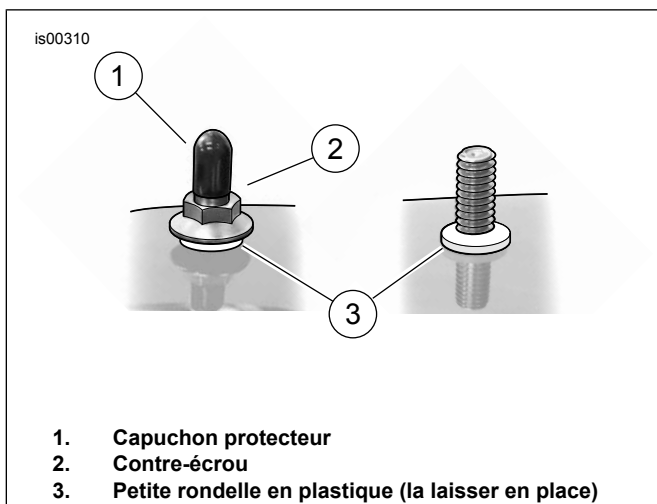

Figure 2. Laisser la rondelle inférieure attachée (modèles de 1999)
7. **Modèles FLTR de 1997 et 1998 sans barre de maintien :** Placer les grandes rondelles à diamètre extérieur de 1 1/8 pouce sous le support de montage d'appui-dos et les attacher avec les boulons de 5/16-18 x 7/8 pouce et les rondelles. Serrer les boulons à un couple de 25 N·m (19 lb·pi). **Modèles de 1998 et plus anciens :** Fixer le support de montage de l'appui-dos et la plaque de montage de la barre de maintien au garde-boue arrière à l'aide de la visserie qui vient d'être retirée. Serrer les boulons à un couple de 25 N·m (19 lb·pi). **Modèles de 1999 à 2008 :** Voir Figure 2. Retirer le capuchon de protection en plastique et le contre-écrou du goujon. *Laisser en place la petite rondelle en plastique, sinon la plaque de goujon tombera.* Attacher le support de montage d'appui-dos à la plaque de goujon avec les contre-écrous de série de la plaque de goujon. *Si la plaque de goujon tombe :* glisser un morceau de tuyau de mise à l'air libre de batterie ordinaire dans le trou du garde-boue. Attacher le tuyau à l'un des goujons. Tirer le tube vers le haut et ramener la plaque de goujon en position. Attacher avec les petites rondelles en plastique. La dépose de la roue arrière peut faciliter l'installation de la plaque de goujon. Voir le manuel d'entretien pour les instructions relatives à la dépose et à l'installation des roues arrière.